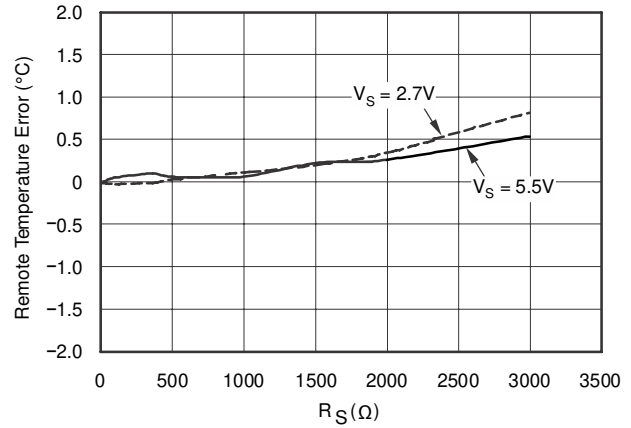
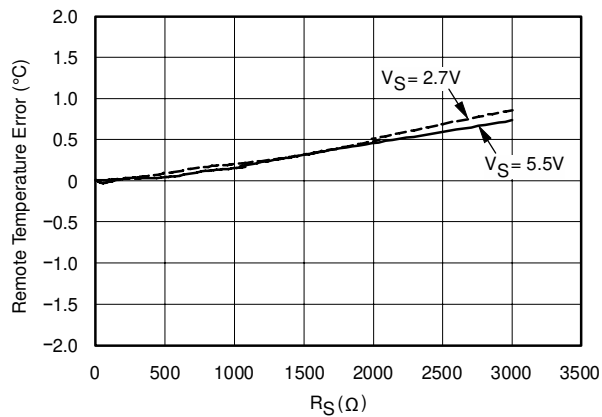

图 7-4. 远程温度误差与串联电阻间的关系 (二极管连接晶体管, 2N3906 PNP)
图 7-5. 远程温度误差与串联电阻间的关系 (集电极与地线相连的晶体管, 2N3906 PNP)
- 在大多数应用中， C_{DIFF} (可选) 必须小于 1000pF 。 C_{DIFF} 的选择取决于具体应用；请参阅 滤波 和 图 7-5。
若要详细了解串联电阻和电源电压对检测到的远程温度误差的影响，请参阅图 7-4 和图 7-5。